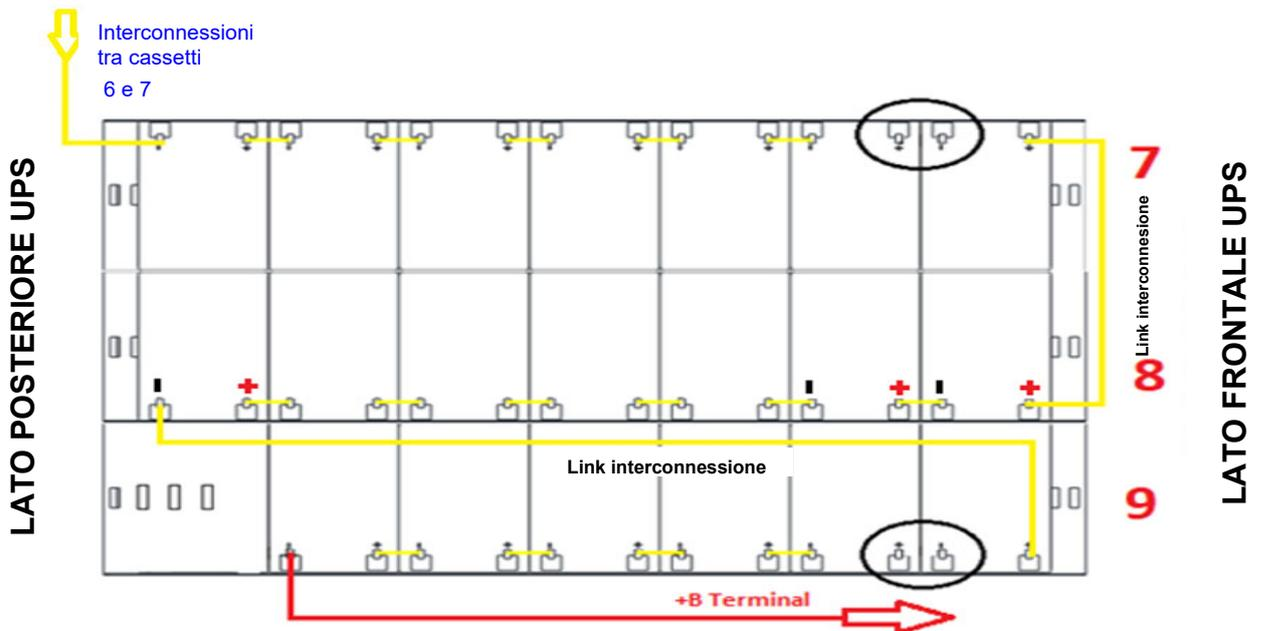

Figura 38 - Vista dall'alto Piano N°3 con connessioni batterie
10) Cablare il piano come indicato nella figura 38. **Lasciare scollegati i ponticelli cerchiati.**